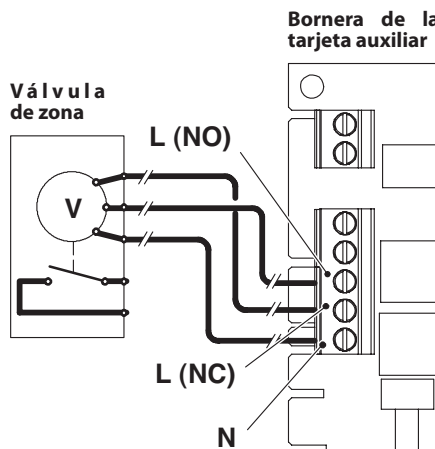

Figura 5.26
Para la conexión de la válvula de zona utilice los bornes de la tarjeta auxiliar **N** (neutro común), **L (NO)** línea 230V ~ (válvula abre instalación de calefacción), **L (NC)** línea 230V ~ (válvula cierra instalación de calefacción) Figura 5.26.